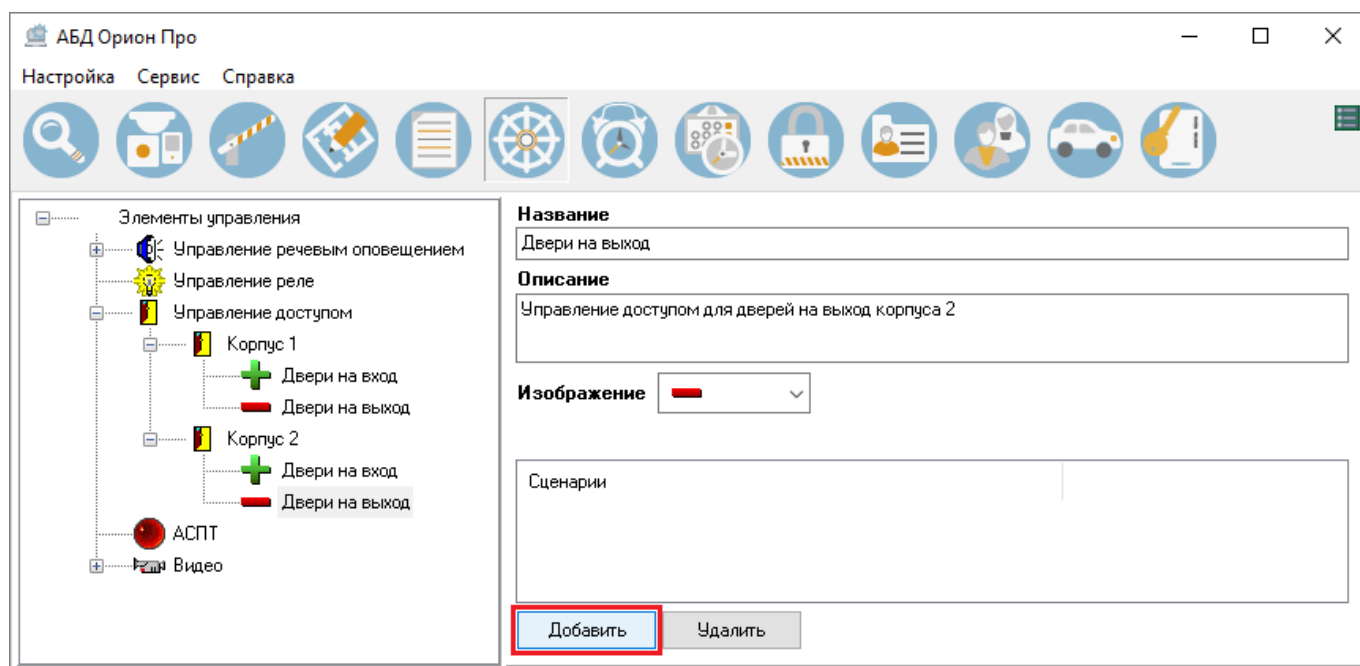

Рисунок 6-655 Переход к добавлению сценариев к элементу управления
- 1) нажмите кнопку «Добавить» в области сценариев элемента управления (см. Рисунок 6-655);